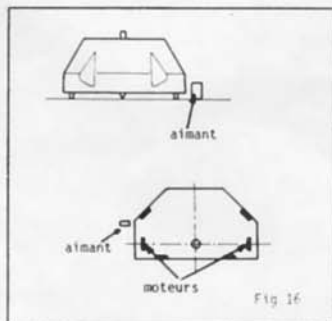

Fig 16
- Déposez l'aimant verticalement dans le sens de la hauteur, petite face vers le mobile à une distance d'environ 8 mm de l'arête gauche de la coque du mobile (fig.16).